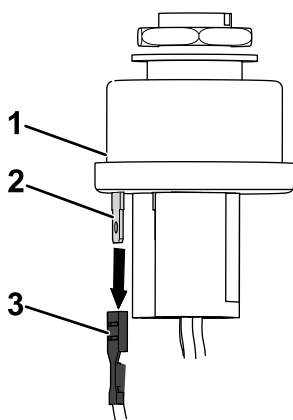

图 16
1. 从点火钥匙开关的 C 端子断开机器线束的扁平端子图 16。